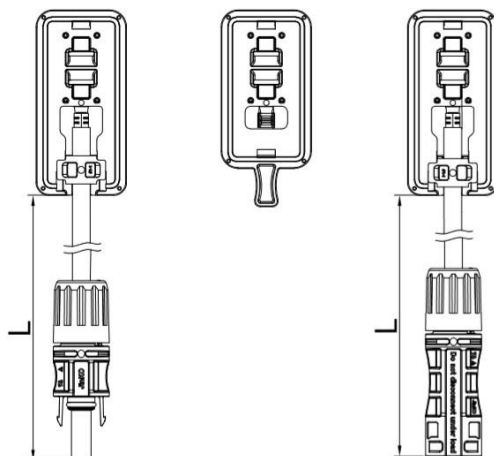

Figura 8 Modulul cu celule tăiate pe jumătate/cutia de joncțiune divizată
- Trei cutii de jonțiune divizate (a se vedea Figura 8) cu IP68 instalate în modulele Jinko asigură protecția de siguranță necesară pentru conexiunile de cabluri și fire, inclusiv protecția împotriva contactului accidental a părților electrice neizolate.